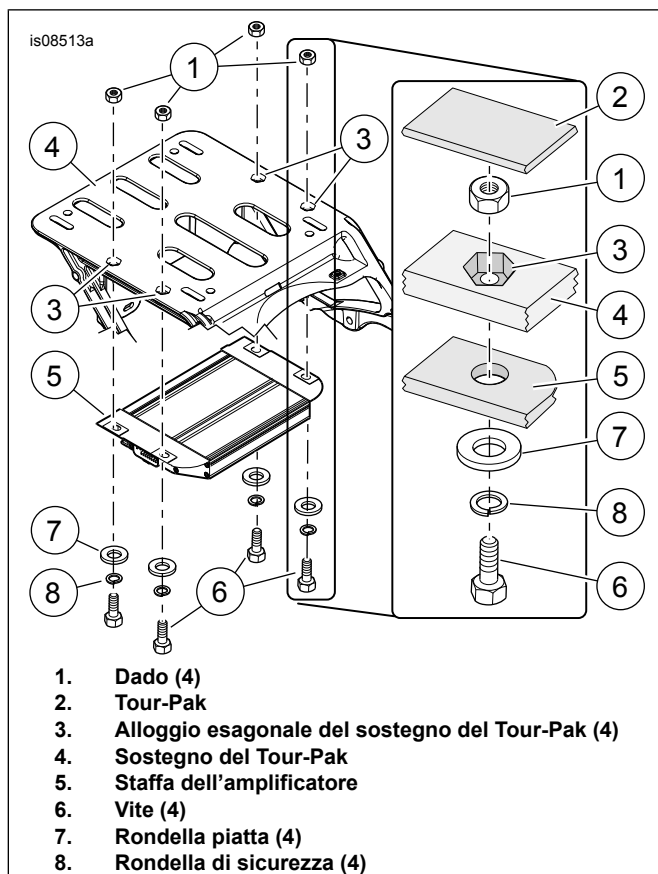

Figura 2. Installazione dell'amplificatore
Vedere Figura 2. Posizionare i dadi esagonali (1) negli alloggi esagonali (3) sul sostegno del Tour-Pak (5).